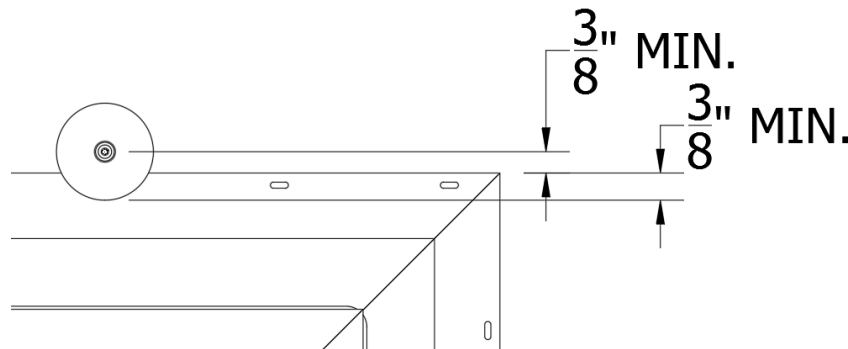

Figura 25: Fijación de la arandela del cabezal
- II) Debe existir un espacio mínimo de 3/8 in (0.9 cm) entre la parte inferior del eje del sujetador y la parte superior de la brida que permita el movimiento normal de la construcción. La arandela también debe ser lo suficientemente grande como para solapar la brida un mínimo de 3/8 in (0.9 cm) y un máximo de 3/4 in (1.9 cm). *Consulte la figura 25.*